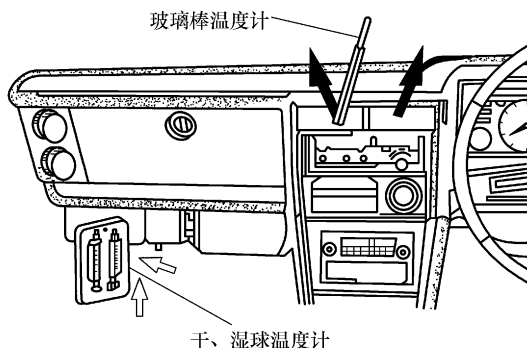

图 7-4 测定相对湿度和空气温度
2) 将干、湿球温度计放在冷气系统进风口处,把玻璃棒温度计放中央通风口位置,如图 7-4 所示。